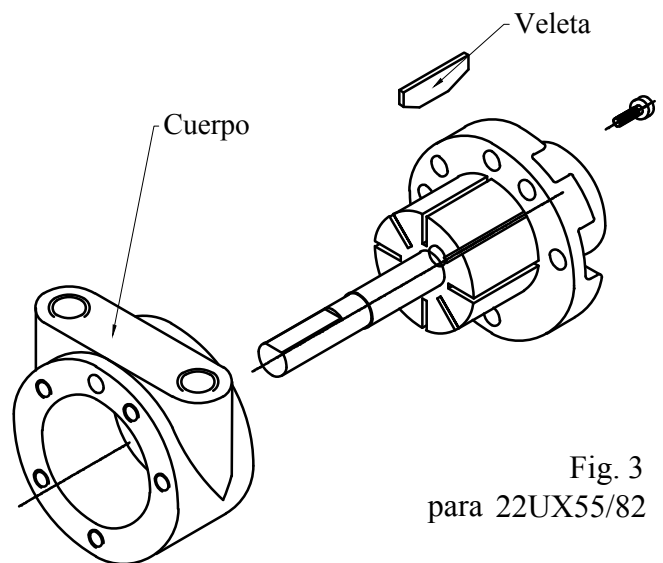

Fig. 3
6. Retire el cuerpo y veletas. Consulte la fig. 3.